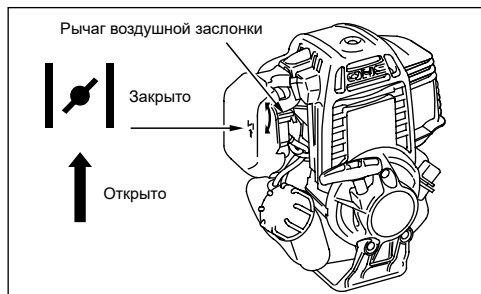

Рис. 13
5. Переведите рычаг воздушной заслонки в верхнее положение – ||| «Закрыто» (рис. 13).
9. Переведите рычаг воздушной заслонки (рис. 13) в нижнее положение ||| «Открыто».
1. Переведите рычаг воздушной заслонки в нижнее положение – III «Открыто» (рис. 13).